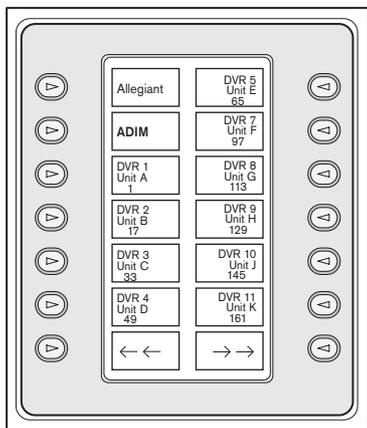

FIGURA 3-2 Menú principal de selección de productos
1. Presione el botón **PROD**. Se activa el *modo de selección de productos* del teclado. El nombre de la tecla programable ahora indica menú de *selección de productos* (consulte la FIGURA 3-2).
1. Pulse la tecla **PROD** para ver el menú de *selección de productos* (véase la FIGURA 3-2).